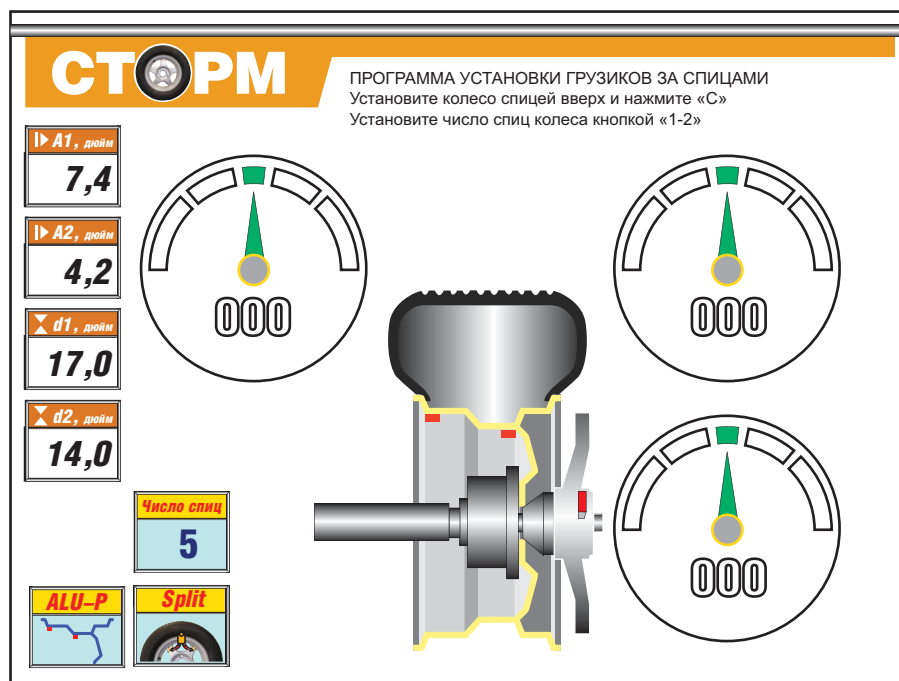

рис. 14.1
14.3. Для входа в программу Split нажмите кнопку РЕЖ , после чего на рабочей картинке появятся дополнительные надписи и окна (рис. 14.1). Установите любую спицу обода вертикально вверх и нажмите кнопку С. Установите число спиц колеса, последовательно нажимая кнопку 1-2.